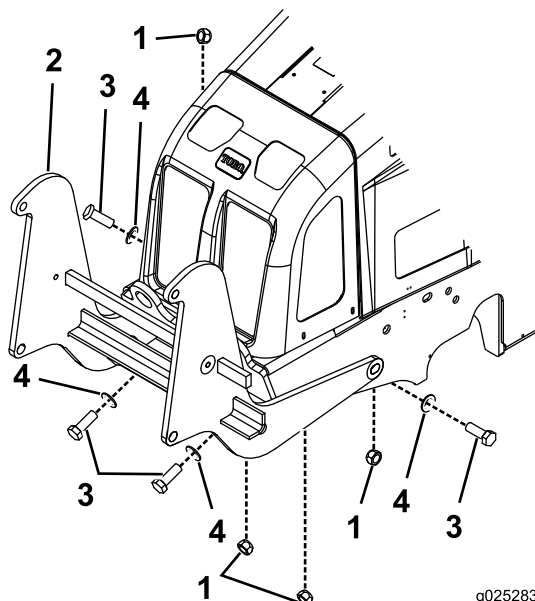

**Figura 1**
3. Utilice un equipo de izado para elevar o bajar el bastidor de montaje hasta que los taladros del bastidor de montaje queden alineados con los de la máquina; consulte Figura 1.